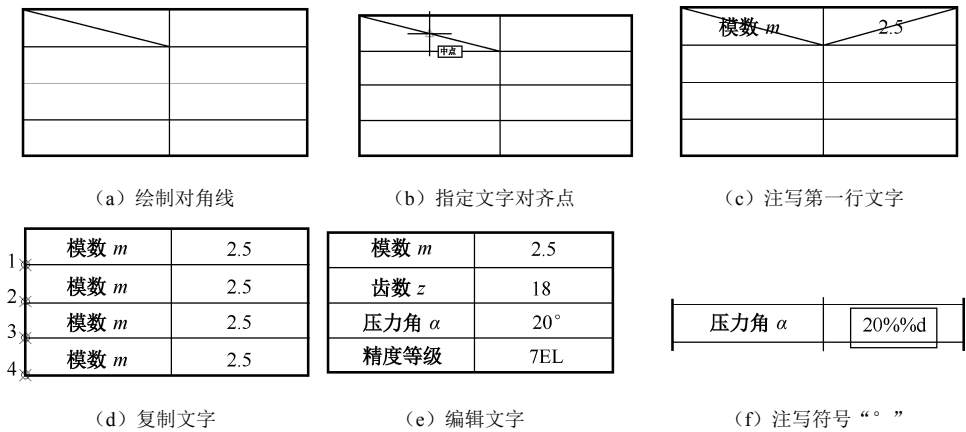

图 4-8 填写参数表
- (1) 使用“直线”命令，在参数表左上单元格中绘制一条对角线，如图 4-8（a）所示。
- (2) 调用“单行文字”命令，采用“中间”对齐方式，注写一行文字，文字高度为“5”。在功能区单击“默认”选项卡下“注释”面板中的“单行文字”按钮 ，操作步骤如下。
指定文字的中点间: //拾取对角线的中点, 如图4-8 (b) 所示
采用同样的方法，注写“2.5”，操作完成后如图 4-8（c）所示。
(3) 以点 1 为基点，点 2、3、4 为位移点，复制文字到其余三行，如图 4-8（d）所示。
- (4) 编辑修改复制的文字，完成参数表的填写，如图 4-8（e）所示。
采用同样的方法编辑其余两行文字,其中 $20^\circ$ 的角度符号“°”可通过在键盘输入控制代码“%%d”得到,如图4-8(f)所示,操作完成后如图4-8(e)所示。